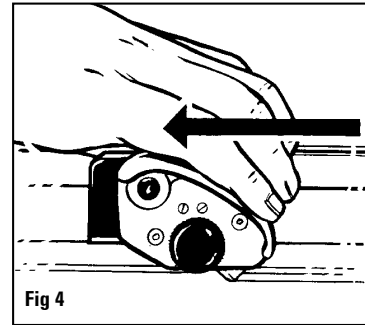

Fig 4
4. Fassen Sie das Klingensmagazin wie in Abb. 4 gezeigt und schieben sie den Scheidkopf auf sich zu, bis der Karton vollständig geschnitten ist.
4. Tenendo il portalama come illustrato nella Fig. 4, tirare la testa di taglio direttamente verso di sé finché il cartoncino non sia completamente tagliato.
6. Faites pivoter le support de lame à biseau vers le bas afin d'insérer la lame dans le passe-partout. **CONSEIL : Maintenez la tête de découpe fermement pour qu'elle ne dévie pas lors de la première entame de la lame, ce qui aurait pour effet de produire une surcoupe.** Fig. 4.